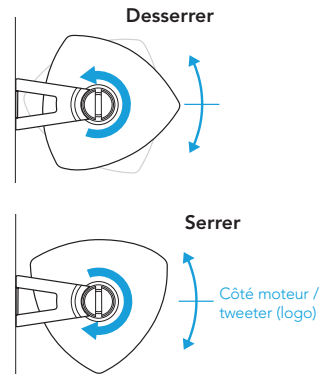

Figure 6
13. Une fois l'enceinte montée, les boutons de verrouillage du support peuvent être desserrés pour « orienter » l'enceinte, puis serrés à la main pour maintenir l'enceinte correctement inclinée (voir Figure 6).